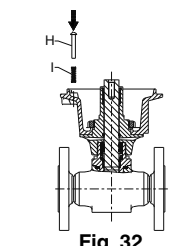

Fig. 35
- NC version:** Replace the O-ring (9) and tighten the plug (D) to torque [c] (Fig. 35).
- Remplacer le joint torique (9) et visser le bouchon (2/2) ou le corps de la 3ème voie rapportée (3/2) (D) au couple [c] (Fig. 35).
- NC-Version: Tauschen Sie den O-Ring (9) aus und ziehen Sie den Stopfen (D) mit dem Moment [c] fest (Abb. 35).
- Reemplazar la junta tórica (9) y atornillar el tapón (2/2) o el cuerpo de la 3ª vía (3/2) (D) al par [c] (Fig. 35).
- Versione NC: Riassemblare l'O.R. (9) e serrare il tappo (D) con coppia [c] (Fig. 35).
- NC-versie: Plaats de O-ring (9) terug en draai de plug (D) vast volgens het aandraaikoppel [c] (Fig. 35).